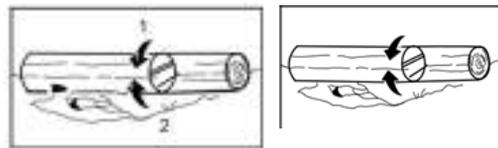

FIG. 6
- Primeiro corte de cima para 1/3 do tronco e depois de baixo para cima até que o corte anterior tenha sido alcançado. (Fig.6)